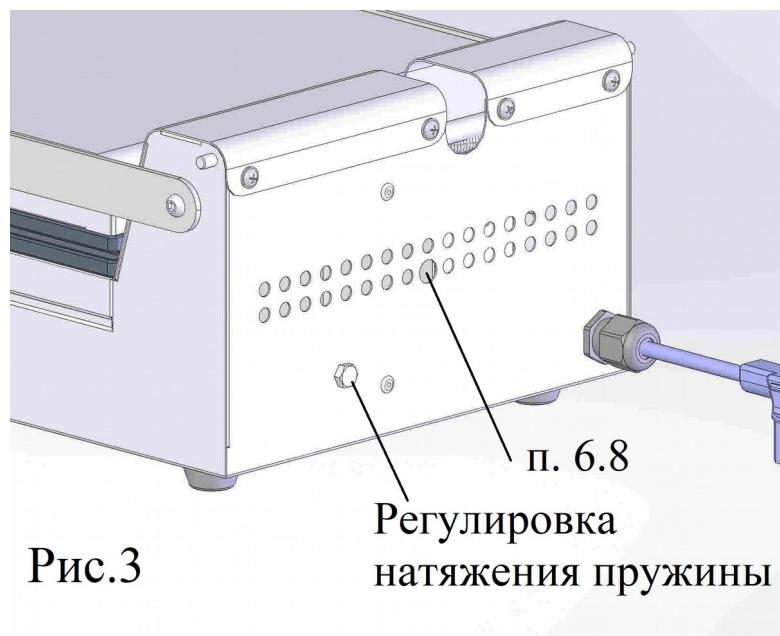

Рис.3
6.9 Для доступа к электрической части гриля необходимо снять конфорку, для чего нужно выкрутить 2 винта ее удерживающие: на передней панели и с противоположной стороны конфорки. Задний винт выкрутить через вентиляционное отверстие (Рис.3).